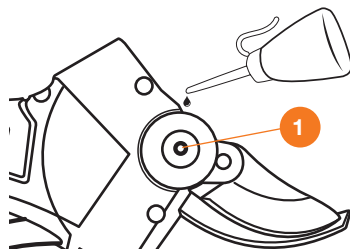

Рис. 5
Капните несколько капель масла в специальное отверстие ❶ (Рис. 5).